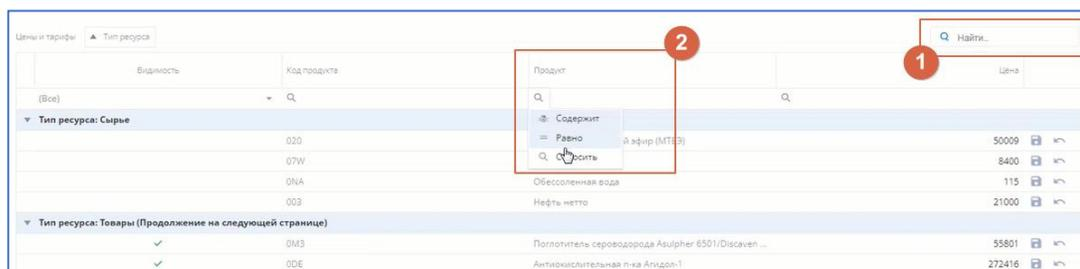

рис. 2.6. Поиск данных
- поиск по всей таблице ресурсов (см. рис. 2.6. [1]);
- поиск в одном столбце таблицы (**Код продукта**, **Продукт**, **Цена**) с помощью условий (см. рис. 2.6. [2]):